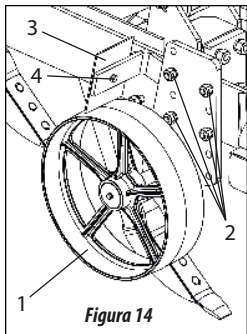

Figura 14
- 04 - A profundidade de trabalho do ASDAH-MP é regulada através da roda item 1 figura 14. Para esta regulagem, soltar as porcas item 2 e deslocar a roda até a medida determinada. Reapertar as porcas.
- 05 - Regular também os limpadores item 3 soltando as porcas item 4, deslocando o mesmo até ficar com uma folga de 10 a 20mm da roda.